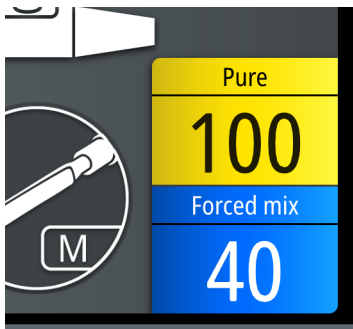

Ilustración 10-3:
1. Pulse en el campo de indicación de parámetros, véase Ilustración 10-3 en la página 38.